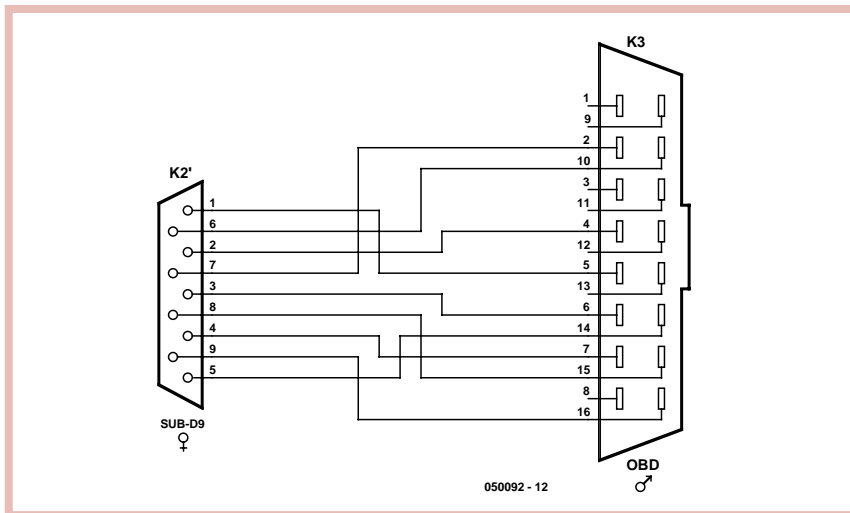

Figure 4. Les liaisons de signal dans le câble OBD vers sériel.
La seconde embase DB9 reçoit un câble spécial doté à l'une de ses extrémités d'un connecteur DB9 femelle et à l'autre d'un connecteur OBD mâle (cf. figure 4). Il vaut mieux acheter ce câble (spécialement réalisé à cette intention) en même temps que la platine. Le connecteur OBD sera enfiché dans l'embase OBD de votre véhicule. Attention : enfichez le connecteur OBD en premier en raison des risques de charges statiques (cf. encadré). Il se peut que vous ayez à chercher où se trouve l'embase OBD de votre voiture, mais elle doit se trouver dans un rayon de 1 m autour du siège du conducteur (norme EU). Il peut bien entendu se trouver sous le capot du moteur. Il existe une page Internet intéressante à ce sujet (en allemand malheureusement) : www.obd-2.de/tech_dtc.html. On y découvre la position de l'embase OBD sur nombre de véhicules.
- câble de liaison femelle DB9 vers OBD selon figure 4 (disponible tout fait : **EPS050092-72**)